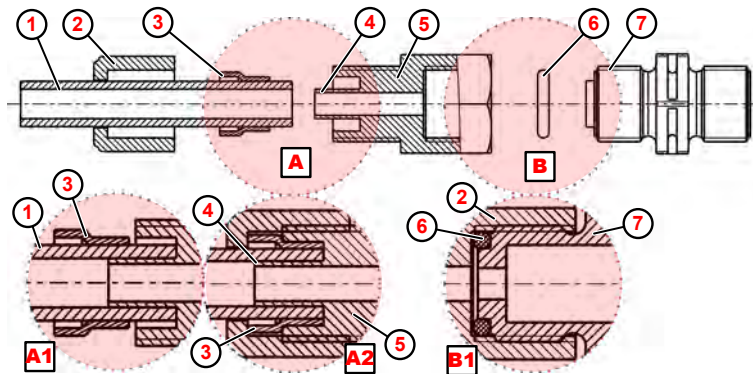

Bild 17: Rör- och slangkoppling med integrerad stödhylsa
1. Placera o-ringen (Bild 17 , ⑥) i sug- eller tryckventilens spår ⑦ .
2. Dra åt påskruvningskopplingen ⑤ (detalj B1).
3. Knipsa av slangen ① rakt.
4. Skjut kopplingsmuttern ② över slangen ① .
5. Skjut klämringen ③ över slangen ① .
6. Skjut slangen ① fram till stoppkanten på stödhylsan ④ (detalj: A1).
7. Dra åt påskruvningskopplingen ⑤ (detalj A2).